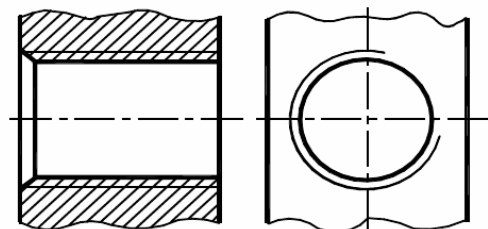

Рис. 29. Внутренняя резьба
*Внутренняя резьба* - изображается в разрезах сплошной основной линией по внутреннему диаметру и тонкой сплошной линией по номинальному диаметру (рис. 29).